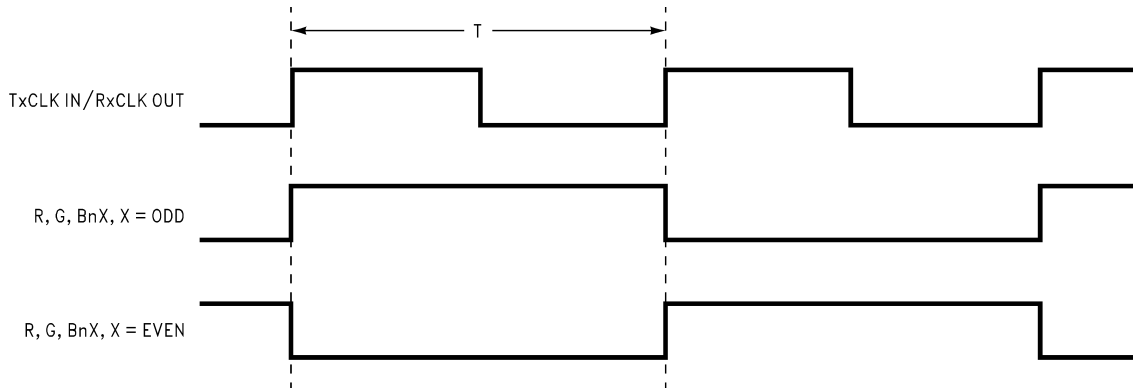

FIGURE 1. “Worst Case” Test Pattern
**Note 11:** Figure 1、2 でのデータ・ストローブは、立ち下がりがエッジです (TxCLK IN/RxCLK OUT)。